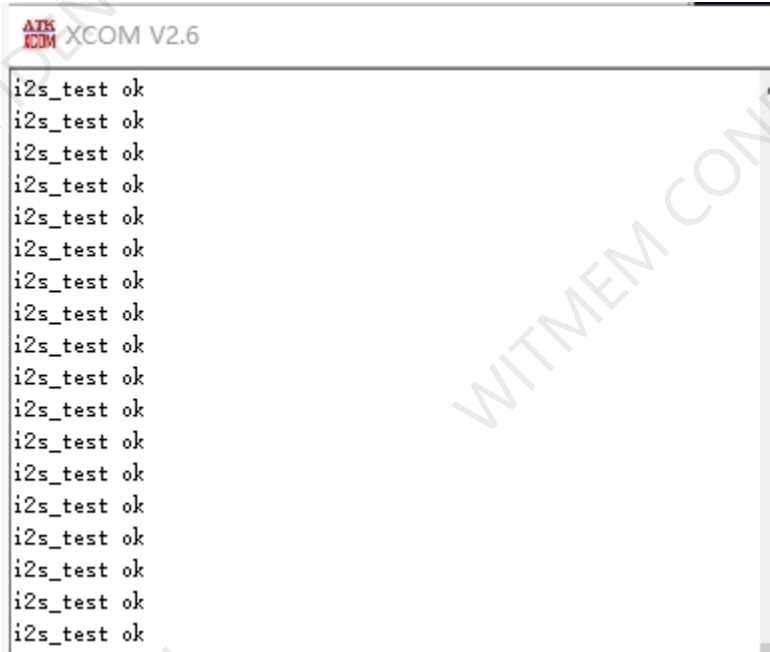

图2.测试结果图
4. PC端串口助手循环输出i2s\_test\_ok,测试结果如图2。